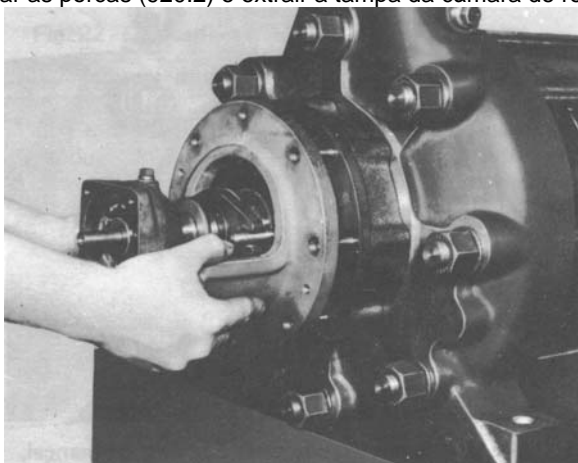
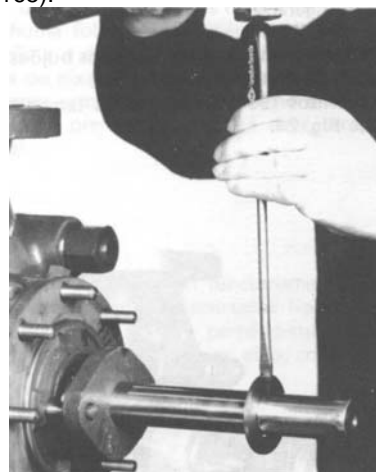

Figura 30 – Extração do corpo de mancal
Figura 31 – Desmontagem do anel centrifugador
- Manualmente extrair o corpo de mancal (350). Vide Figura 30.
- Junto com o corpo de mancal (350) sai o anel externo do rolamento radial de rolos (322). Após a limpeza constatando-se estar o mesmo em boas condições não deve-se extraí-lo. Estando o rolamento bom e corpo de mancal danificado fazer a extração apoiando-se no anel externo do rolamento, nunca nos rolos.
- Introduzir a ponta de uma chave de fenda no rasgo do anel centrifugador (507) para que este aumente seu diâmetro interno e seja extraído do eixo. Vide Figura 31.